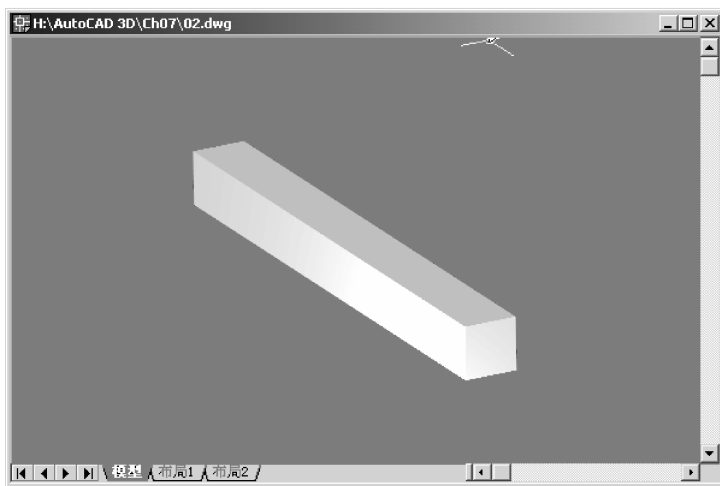

图 6-8 光源强度线性衰减
②线性衰减：线性衰减是指光线的强度与传播距离成线性反比。即随着光线传播距离的增加，光线的强度将随之逐渐降低。例如，图 6-8 中显示了一个受线性衰减光源照射的长方体模型。